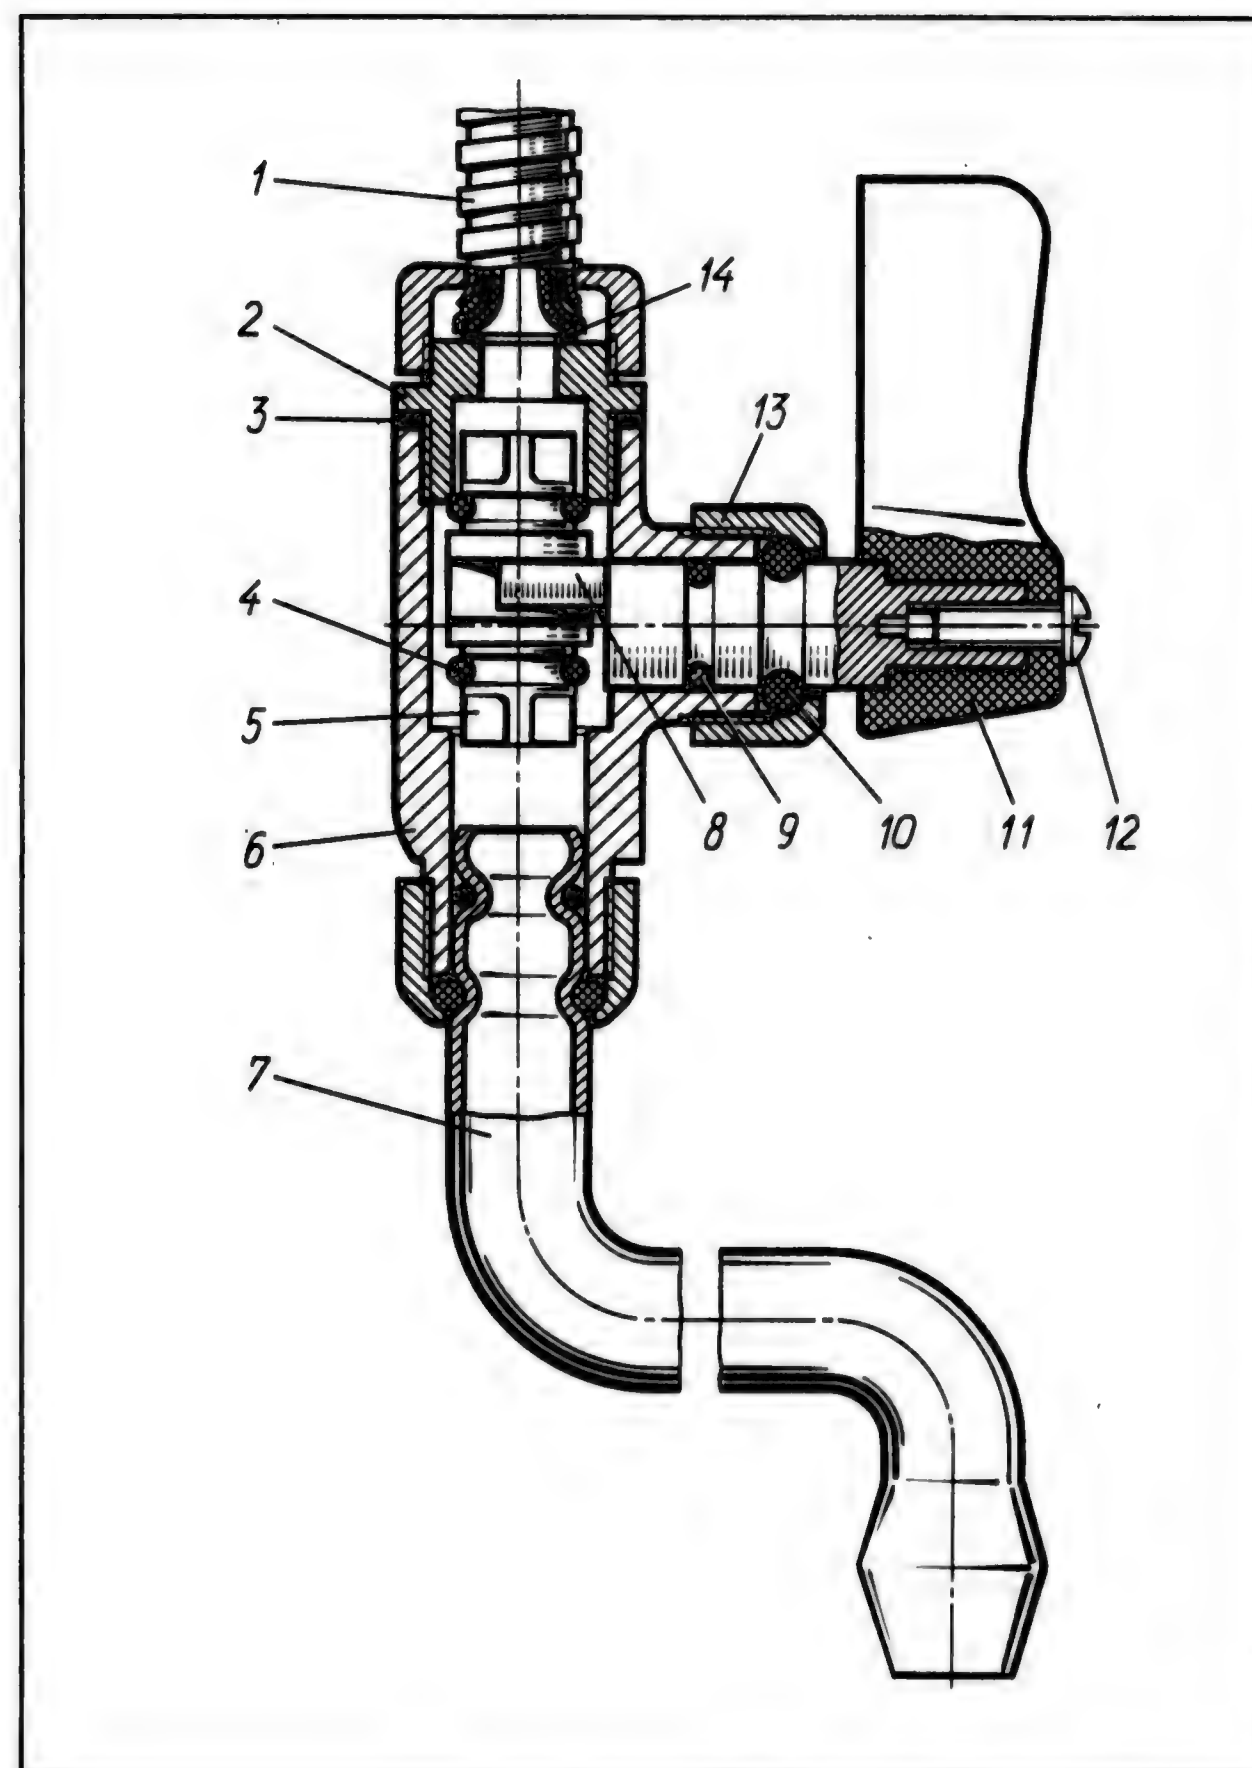
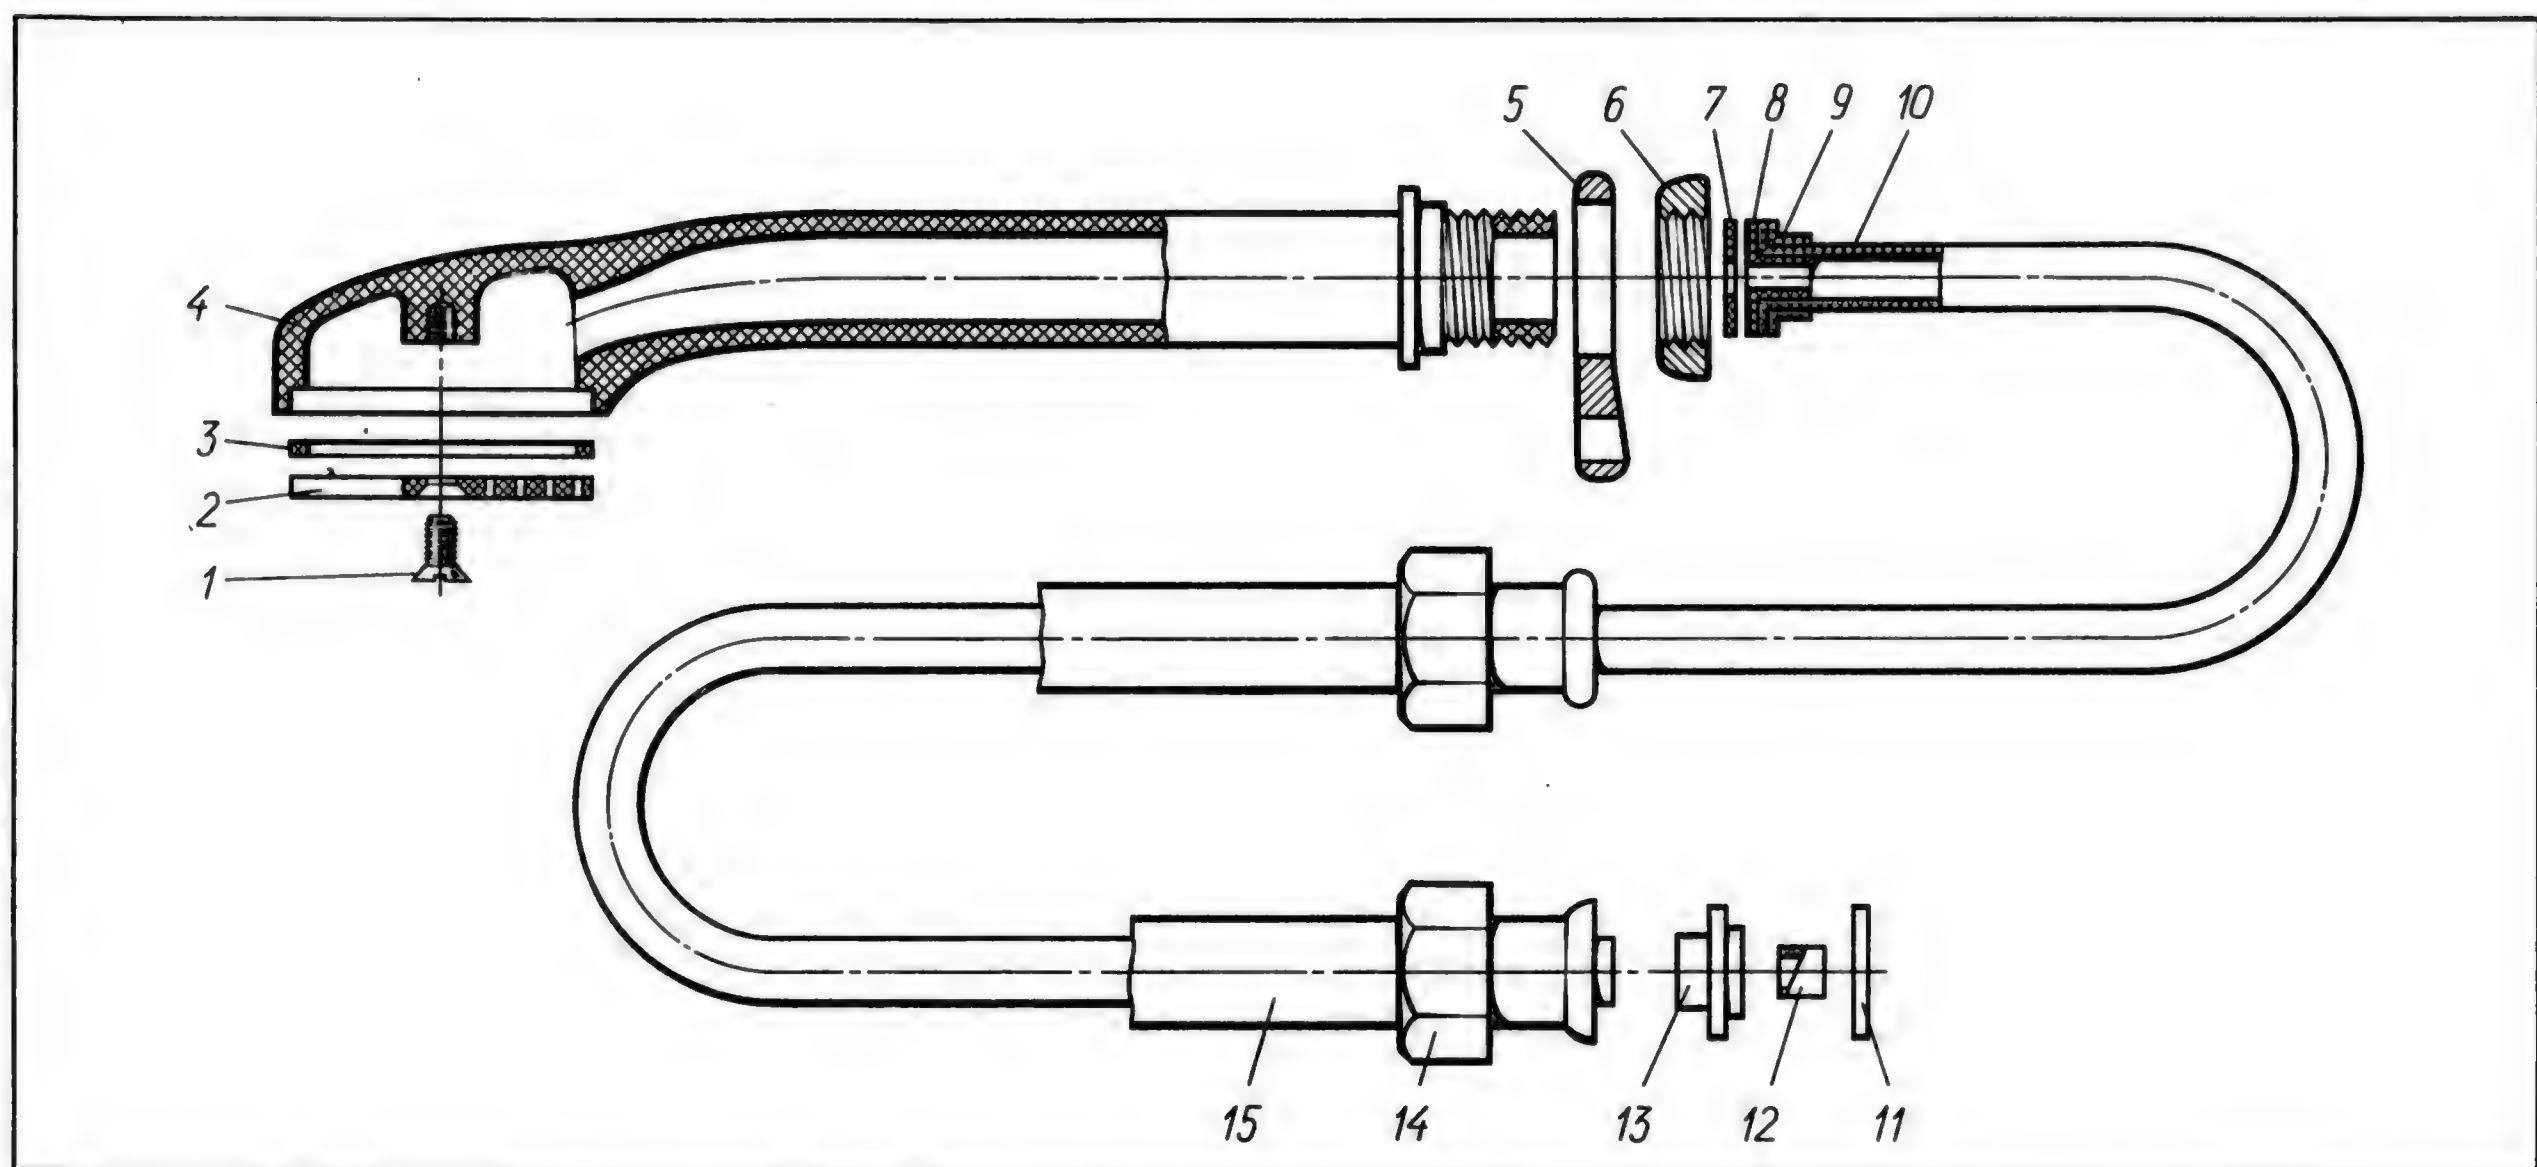

Рис. 26. Переключатель золотникового типа смесителя См-ВУ-ШЛА:
Рис. 27. Гибкий шланг с душевой сеткой смесителя См-ВУ-ШЛА:
Чтобы заменить резиновые кольца, отверните накидную гайку и снимите гибкий шланг (рис. 26). Открутите переходник 2 и извлеките кривошип. Золотник 5 выньте из корпуса пинцетом или просто подтолкните снизу золотник через отверстие в корпусе для кривошипа. Если не удастся приобрести новые кольца, то подмотайте под старые кольца тонкую медную проволоку или льняные нитки. Кольца, нарезанные из резиновой трубки, служат мало
Способ устранения	Открутите накидную гайку (см. рис. 27). Отсоедините остов от гибкого шланга. Выньте прокладку. Прорежьте в ней отверстие
Закройте вентильные головки, подтяните накидную гайку. Откройте одну из вентильных головок. Если течь не прекратилась, закройте вентильную головку. Выкрутите полностью накидную гайку 14 (рис. 27) и сдвиньте ее по хромированной оболочке 15. Возможны две причины утечки воды.
1. Проверьте положение прокладки 11. Она должна быть расположена между торцами переходника 2 (см. рис. 26) и ступенчатой пластмассовой втулки 13 (см. рис. 27). На новом смесителе резиновая прокладка может оказаться между залитым пластмассой торцом хромированной оболочки 15 и торцом ступенчатой пластмассовой втулки 13. Поставьте вторую прокладку